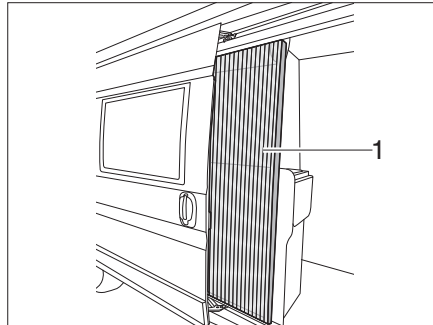

Bild 23 Insektenschutz
- Insektenschutz an der Leiste (Bild 23,1) ganz herausziehen.
- Insektenschutz an der Leiste (Bild 23,1) in Ausgangsstellung zurück-schieben.